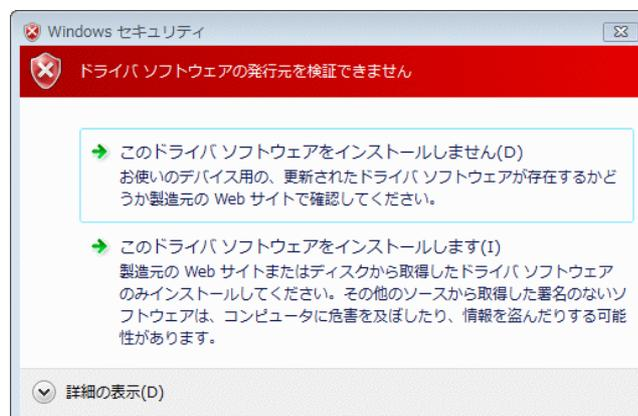

図 9 Windows 7 のドライバインストール画面 (2)
- ② インストールプログラムが起動しますので、画面の指示に従ってインストールを行います。
- ③ インストールが開始されると、図 9 のような画面が表示されますので、「このドライバソフトウェアをインストールします」を選択します。